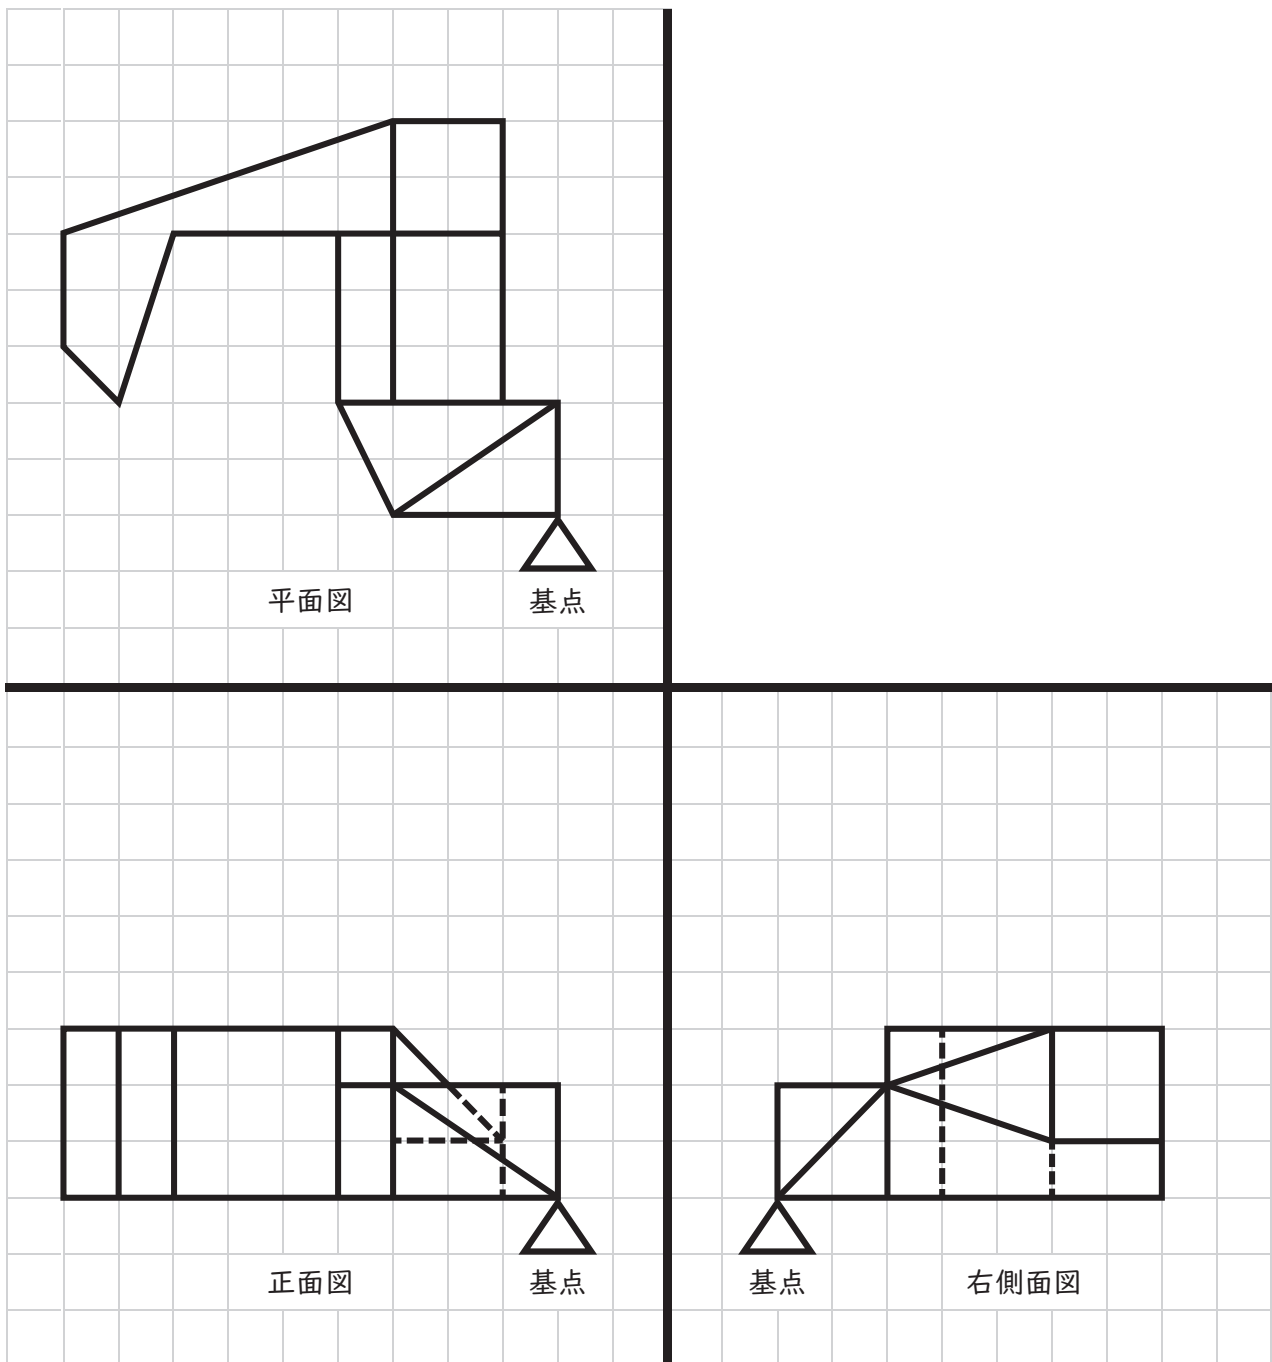

図1 正投影図(三面図)
(1) 図1に示す物体の第三角法による正投影図(三面図)について、定規を用いて等角図(立体図)で描け。ただし、解答用紙に示す、立方体の一辺を正投影図(三面図)の1目盛とする。